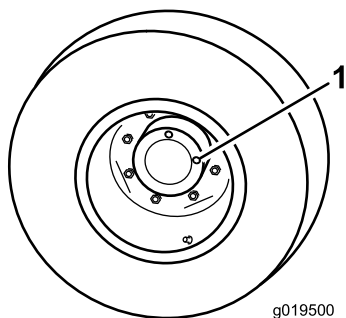

Figura 103
1. Com a máquina numa superfície plana, posicione a roda de forma a que 1 tampão de verificação fique na posição das 12 horas e o outro na das 3 horas (Figura 103).
2. Retire o tampão da posição das 3 horas (**Figura 103**).